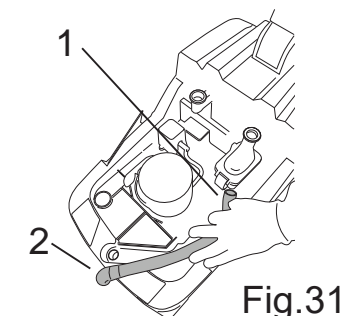

Fig.31
- Desengate o tubo da válvula parcializadora (Fig.31-Ref.1) e do squeegee dianteiro (Fig.31-Ref.2).